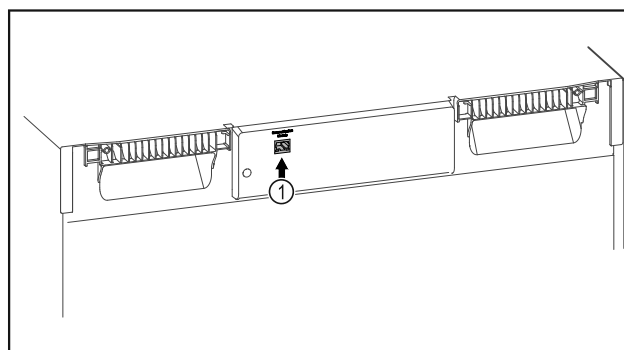

Fig. 115
- A SmartModule Fig. 115 (1) be van helyezve.